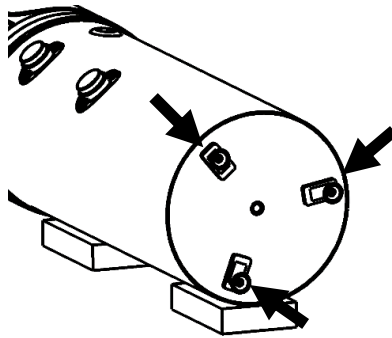

Fig. 2c;
- Montar los elementos de soporte ajustables en el aparato * fig. 2c